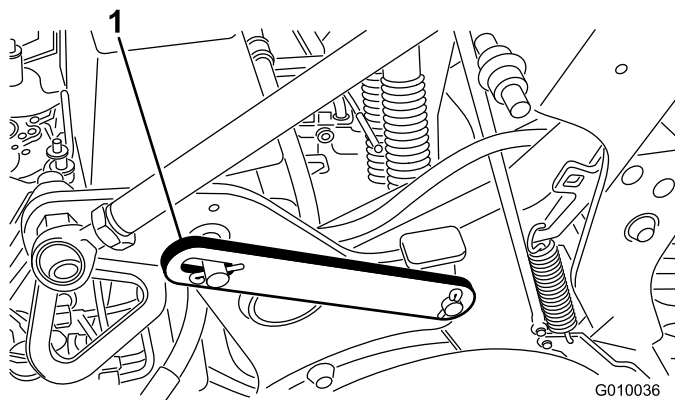

図 20
2. ラッチを収納位置に止めているクリップ・リングを外す（図 20）。